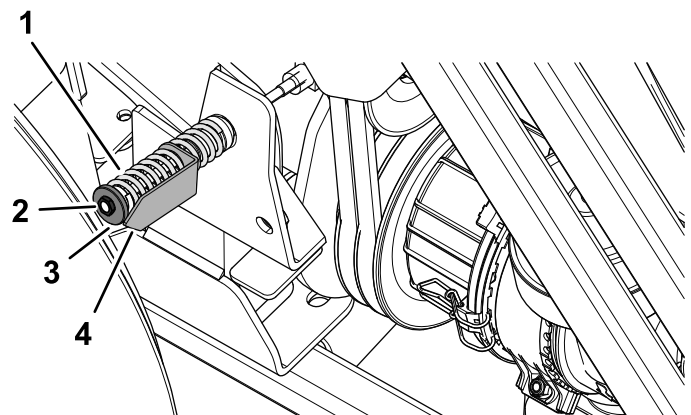

Figura 89
5. Dacă este necesar, rotii piulia pentru întinzătorul rolei de ghidare până când săgeata indicatoare a tensionării se aliază cu suprafaa exterioară a aibei (Figura 89).
8. Slăbiți piulița de la întinzătorul rolei de ghidare; consultați Figura 89 din Verificarea tensionării curelei prizei de putere (Pagină 64).